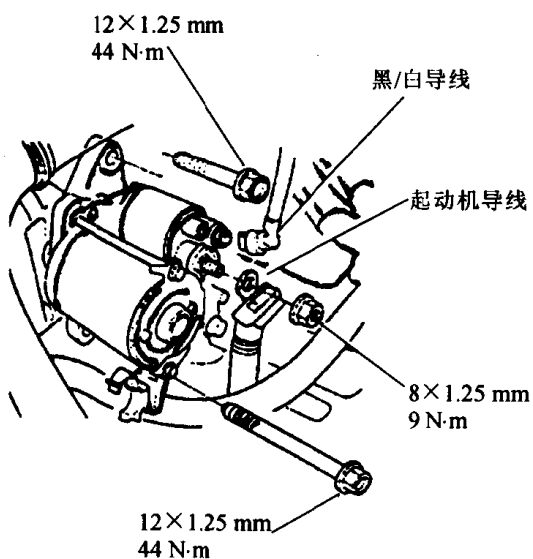

图 1-1-7 断开起动机导线和黑/白导线
4. 断开电磁阀 B 接线柱上的起动机导线，再从 S 端导线上断开黑/白导线（图 1-1-7）。